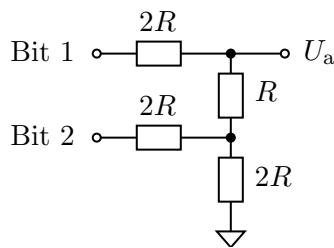

Abbildung 23: 2 Bit DAC
- a) Gegeben sei ein als R2R-Netzwerk implementierter 2 Bit DAC. In Abbildung 23 ist die resultierende Schaltung ersichtlich. Berechnen Sie nun die Ausgangsspannung U_a für die folgenden Kombinationen an Eingangsspannungen: